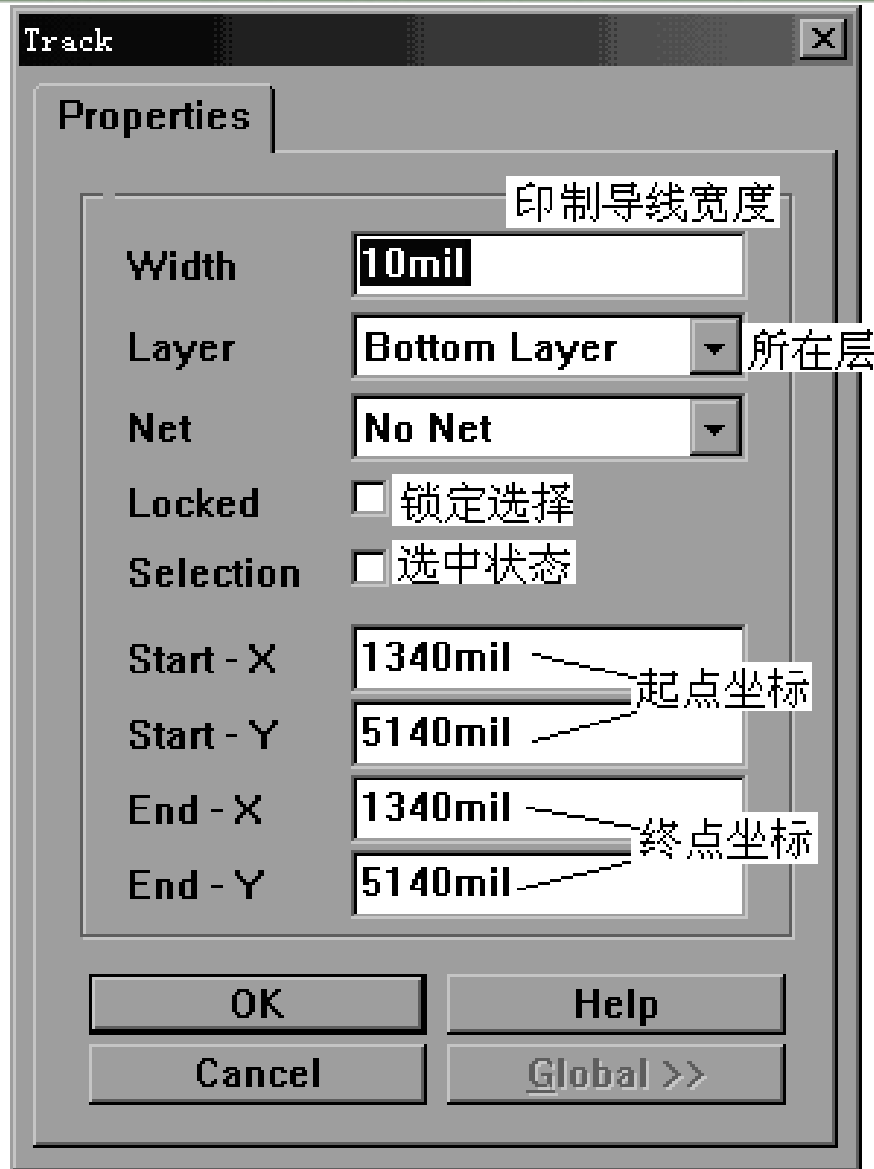

图5-19 导线属性设置窗
(3) 单击放置工具栏内的“放置导线”工具，然后按下Tab键，激活“Track Properties”（导线属性）选项设置窗，如图5-19所示。